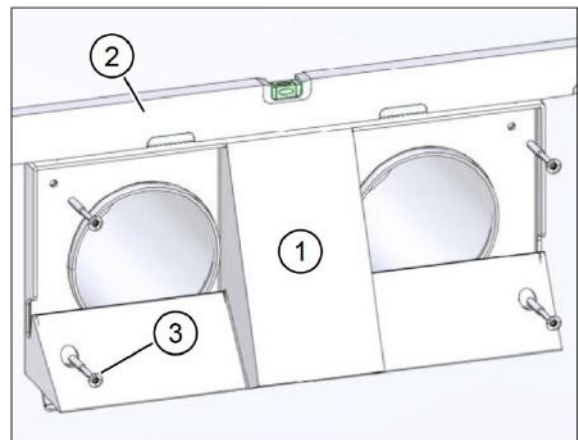

Рис. 7: закрепить опорную пластину
- ▶ Аккуратно насадите опорную панель соответствующим образом (поз. 1 на рис. 7) на вентиляционные трубы. Проследите, чтобы уплотнители не были повреждены.
- ▶ С помощью строительного уровня выровняйте положение опорной панели (см. поз. 2 на рис. 7) по вертикали.
- ▶ Закрепите опорную панель с помощью четырех входящих в комплект поставки винтов (поз. 3 на рис. 7).